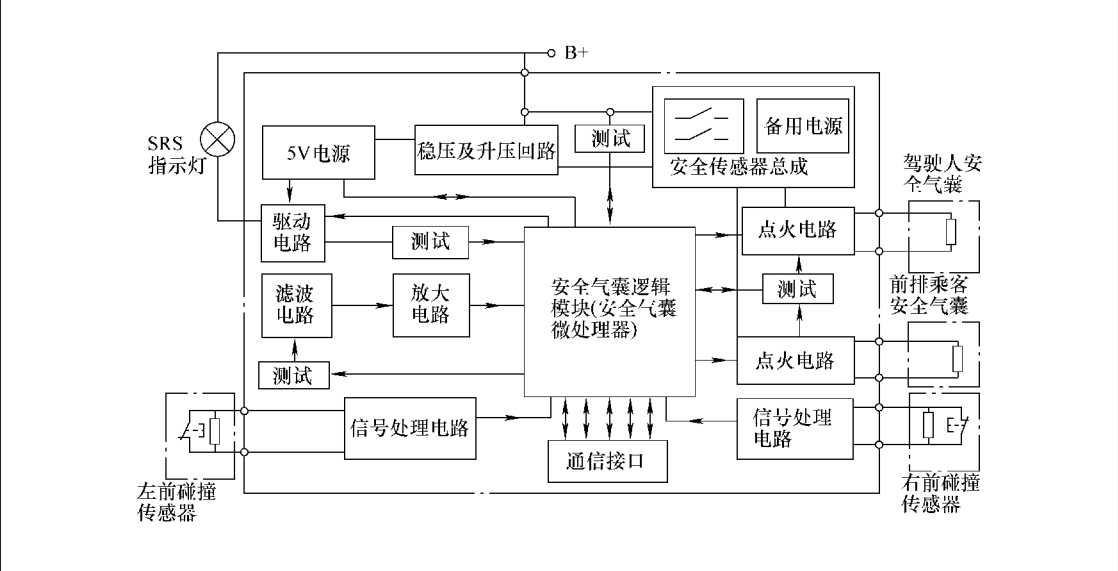

图 9-10 安全气囊系统电脑工作原理
(2) 安全气囊系统电脑原理 安全气囊电脑是安全气囊系统的控制中心，工作时主要接收碰撞传感器及其他各传感器输入的信号，然后进行整形、放大和滤波后转换为 SRS 电脑能够接收、识别和处理的信号，并最终由其判断是否点火引爆气囊充气，如图 9-10 所示。